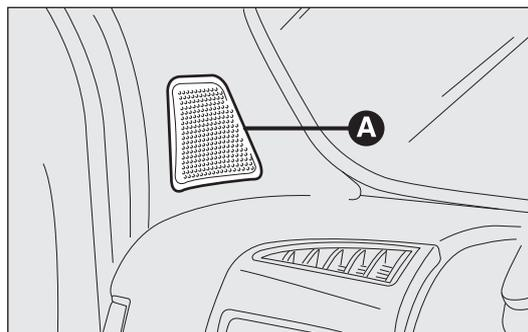

Abb. 137
- 2 Hochtöner A an den A-Säulen (max. Leistung je 30 W) Abb. 137;